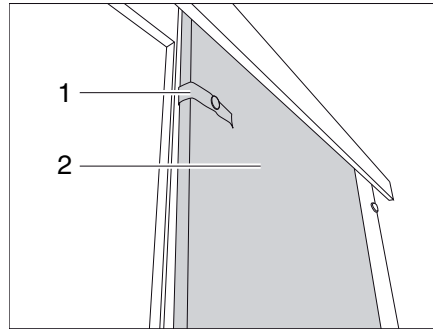

Bild 203 Skjutdörr
- Lossa säkringskedjan (Bild 203,1).
- Dra skjutdörren (Bild 203,2) till stängt läge.
- Dra skjutdörren (Bild 203,2) till öppet läge.
- Fäst skjutdörren med säkerhetsbandet (Bild 203,1).